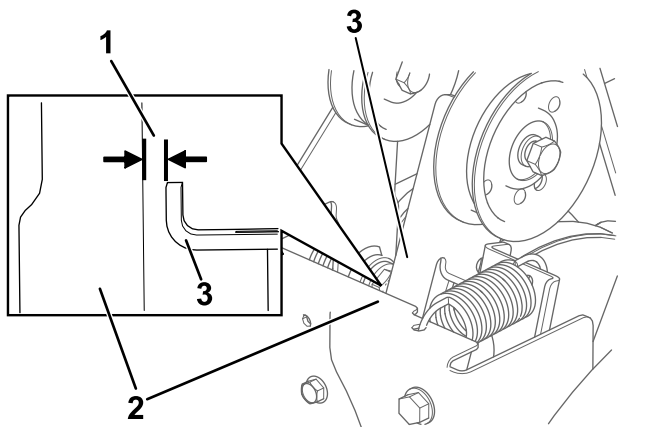

Figura 26
3. Con la leva della coclea/ventola disinnestata, assicuratevi che la distanza tra il braccio della frizione della coclea e il telaio della macchina sia pari a 1,5 mm, come illustrato nella Figura 26.